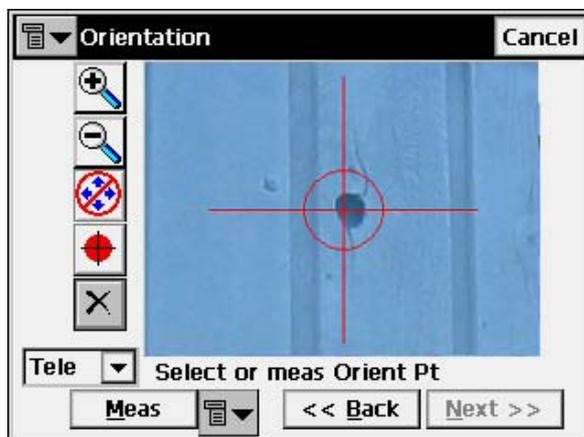

Рисунок 6-43. Выберите ориентирную точку - крупный план
- Кнопка перемещения  позволяет перемещать изображение перетаскиванием. Если эта функция выключена, что соответствует значку , Вы можете получить увеличенное изображение участка изображения. Для этого щелкните по изображению приблизительно в том участке, где находится ориентирная точка. Изображение увеличится и на экран будет выведен крест нитей (рис. 6-43).
- *Tele* (Telescope) (Увеличить) - предлагаемый по умолчанию увеличенный вид изображения с крестом нитей (рис. 6-43)